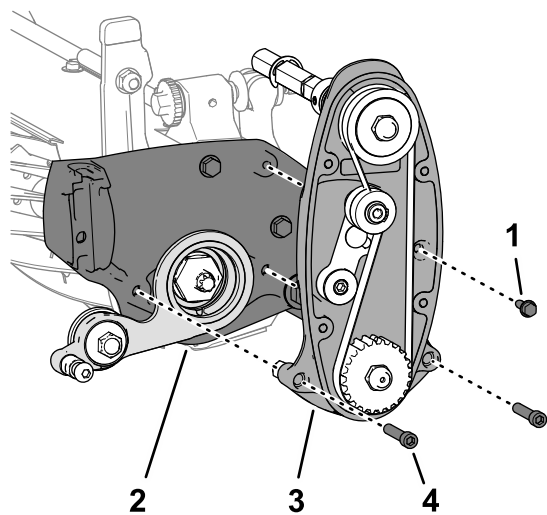

図 17
- 図 17 に示すように、アイドラアセンブリをカッティングユニットに合わせる。
3. リールドライブをカッティングユニットに取り付ける 図 17 フランジヘッドねじ 1/4" x 3/4" を使用する。